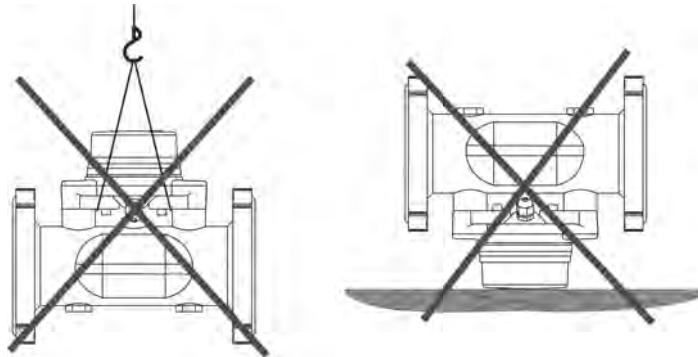

Рисунок 11 – Недопустимые действия при работе с расходомерами
- поднимать и переносить приборы, удерживая их за корпус ЭБ, а также оставлять на хранение расходомеры в перевёрнутом виде, рисунок 11;